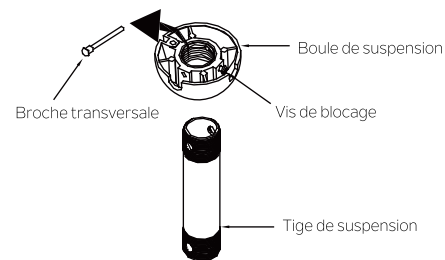

Fig. 6
Étape 2. Retirez la boule de suspension de la tige de suspension en desserrant les vis de blocage, en dégageant la broche transversale et en dévissant la balle de la tige. (Fig. 6)